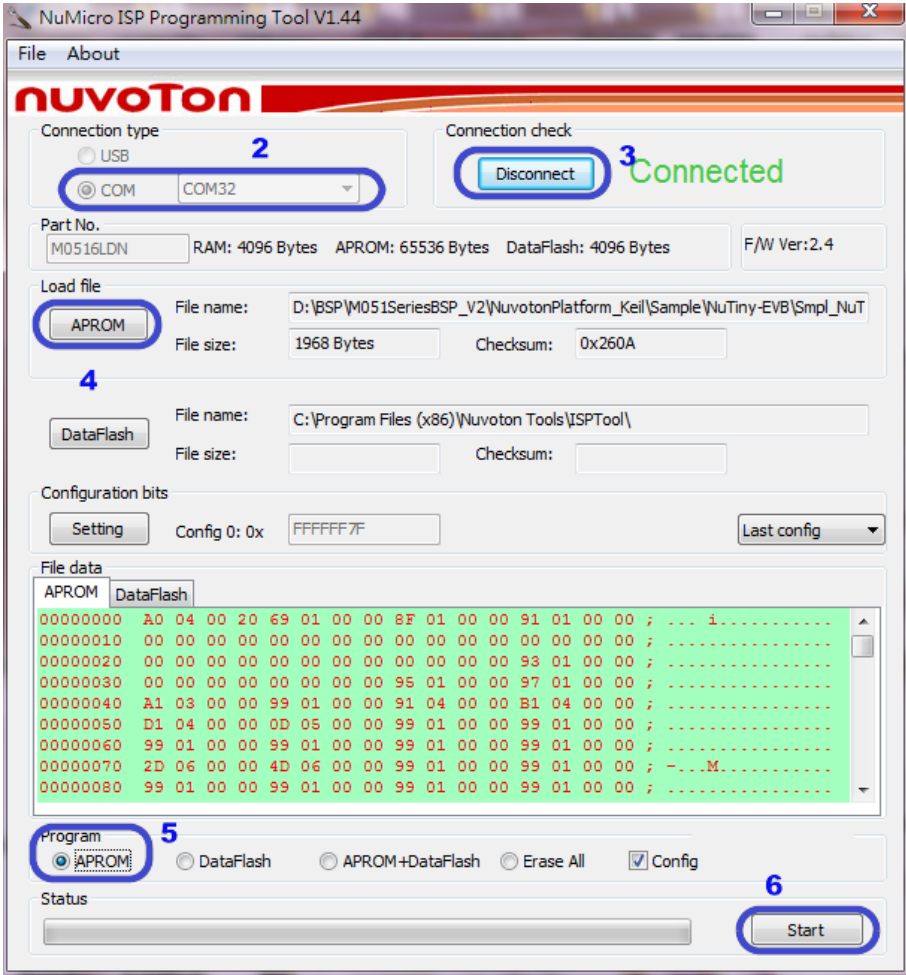

Figure 3-2 ISP刻录步骤
- 选择 Connection type 为 COM 后选择 COM port 号码，如 Figure 3-2 ISP 刻录步骤方框 2。
- 点选 connect，如 Figure 3-2 方框 3。
- 确定连接后，选择要更新的 APROM FW 档案，如 Figure 3-2 方框 4。
- 选择 Program 的区块为 APROM，如 Figure 3-2 方框 5。
- 点选 Start，如 Figure 3-2 方框 6。